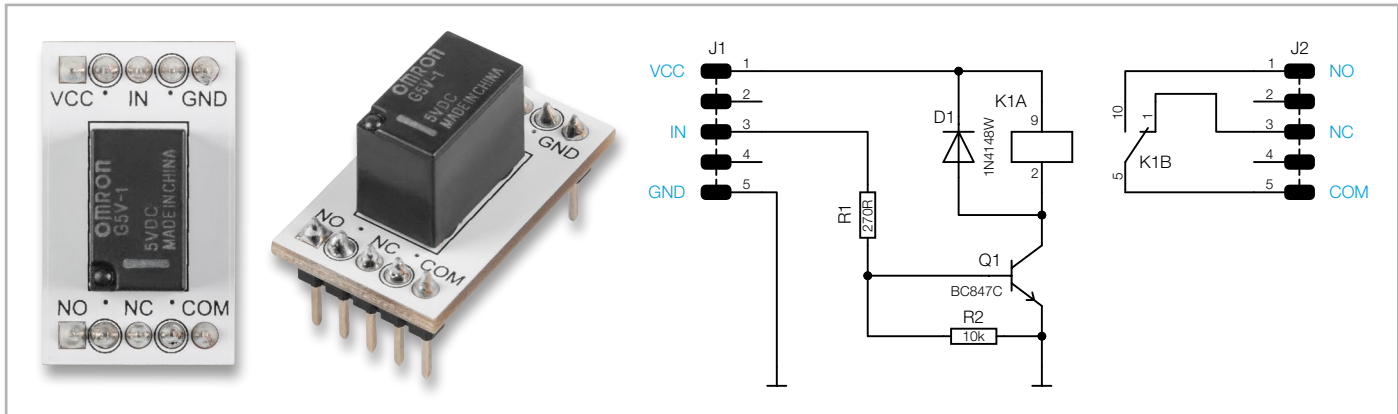

Bild 21: Foto und Anschlussschema des Relais
Das Relaismodul (Bild 21) verfügt über ein Relais mit einer Betriebsspannung von 5 V. Die Ansteuerlektronik (Schalttransistor) befindet sich auf der Modulplatine. So kann bequem mit einer Schaltspannung am Eingang (IN) das Relais eingeschaltet werden (s. Schaltbild, Bild 21). Am Anschluss „VCC“ muss aber unbedingt eine Spannung von 5 V anliegen, da dies die Spulenspannung ist. Die Schaltkontakte sind mit COM, also dem Mittelanschluss des Schalters und NO/NC bezeichnet. NO bedeutet „normally open“, also im Normalfall offen (Ruhekontakt), und NC „normally closed“, also im Ruhebetrieb geschlossen. Sobald eine Spannung von 1,5 bis 5 V an den Eingang „IN“ gelegt wird, schaltet der Transistor und somit das Relais. Intern wird dieser Anschluss ohne Be-